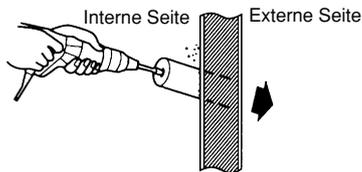

Abb. 3-25
- (8) Wenn man die Kühlleitungen, der Kondenswasserablaß und die elektrischen Kabel direkt durch die hintere Kühlgerätewand, nach außen verlegen will, muß ein Loch durch die Wand gebohrt werden. (Abb. 3-25)